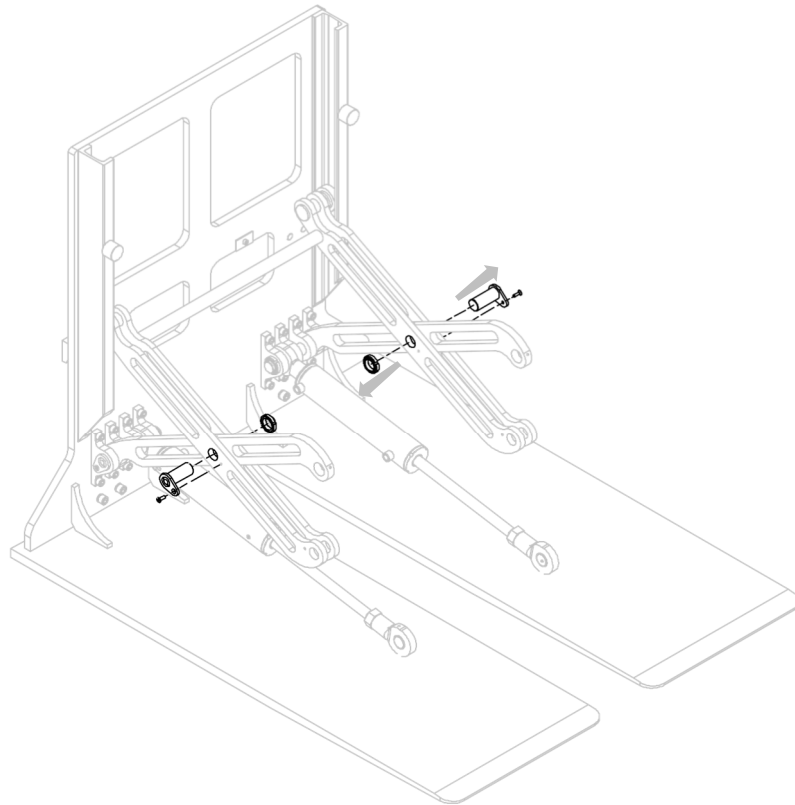
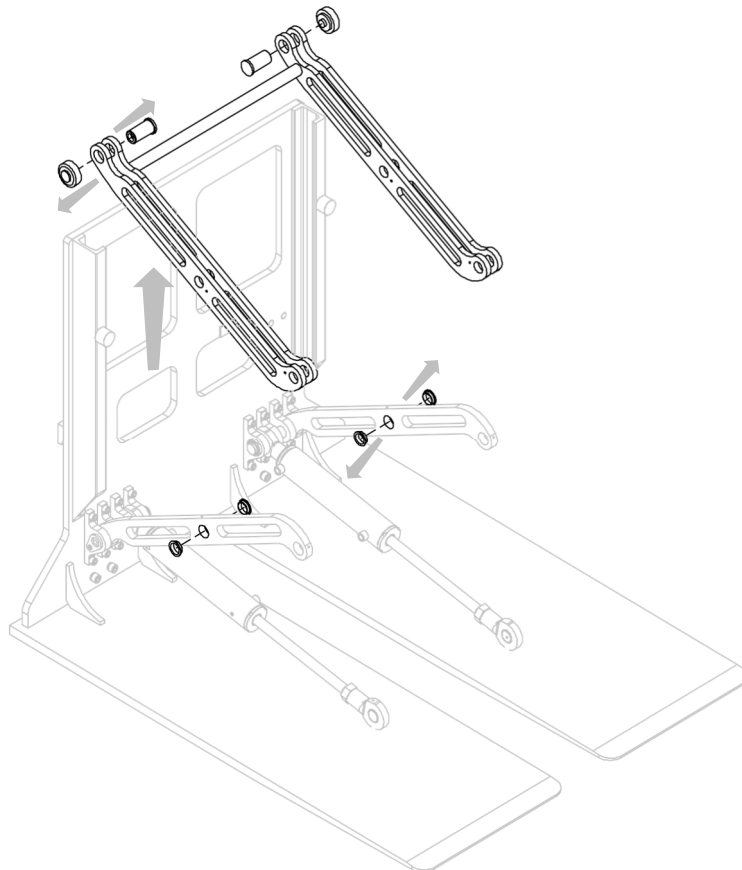

Figura 24
Figura 25
7. Extraer el par de brazos (con los cojinetes correspondientes) del equipo, después de retirar los pernos que los bloquean (ver *Figura 24* y *Figura 25*).